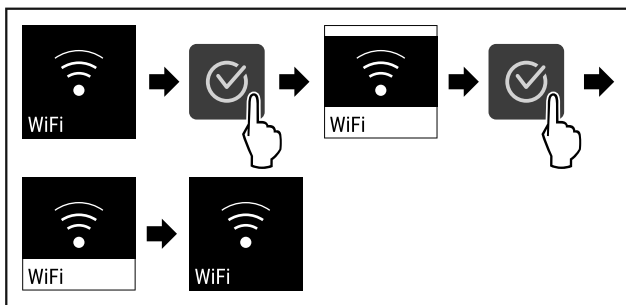

Fig. 86
- ▶ Провести етапи операцій (див. Fig. 86).